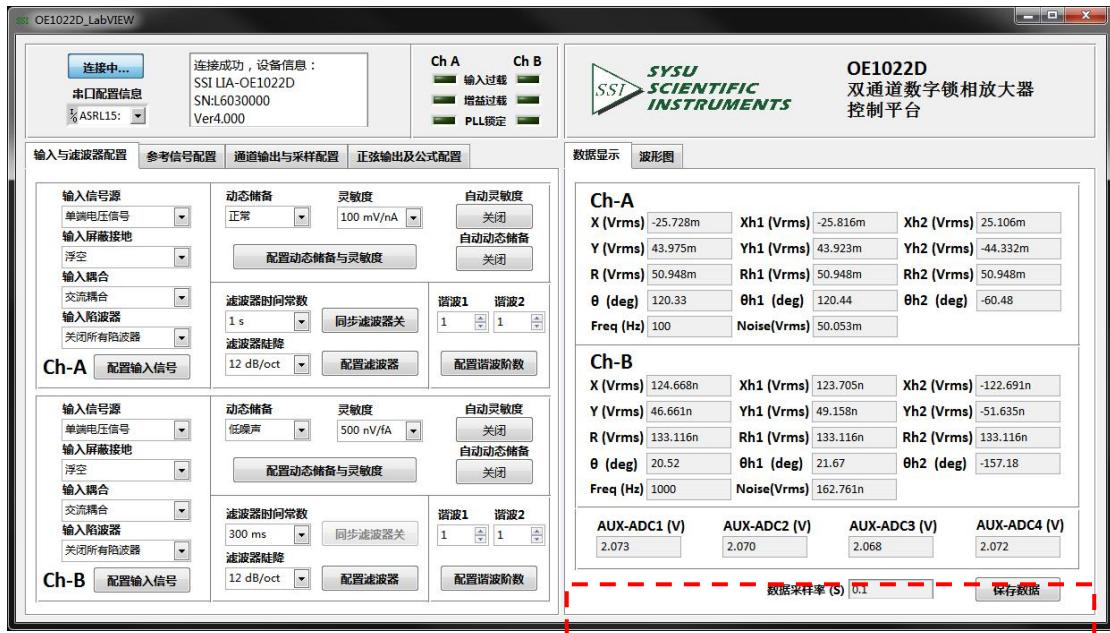

图 72. 数据保存配置区域图
2. 当软件运行时，点击图 72 红框内“保存数据”按钮，当按钮被按下并显示“保存中...”，表示正在保存当前采集的数据。